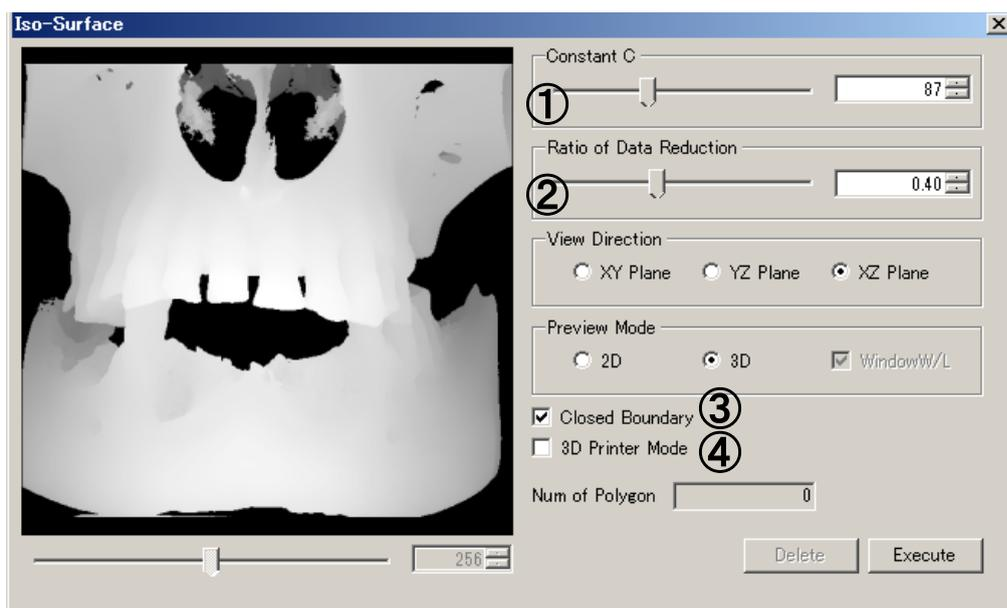

図 3-1 Iso-Surface 画面
1. [Tools] - [Iso-Surface] をクリックします (図 3-1)